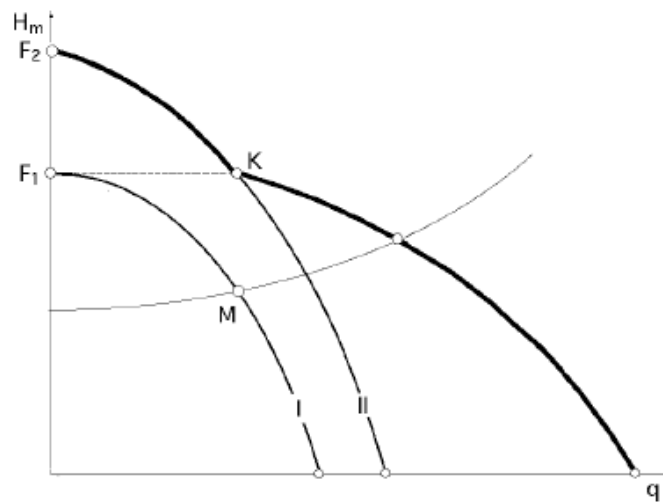

Figura 2. Bombas diferentes acopladas en paralelo
f) Simular dos bombas en paralelo funcionando una a 1450 rpm y la otra a una velocidad mayor. ¿Qué pasaría si la que gira “más deprisa” girase “demasiado deprisa”? Justificarlo gráficamente a partir de un esquema como el de la figura 2.